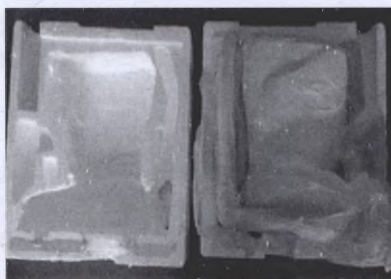

Рисунок 5
- Снимите защитный полиэтиленовый пакет (рис.5).